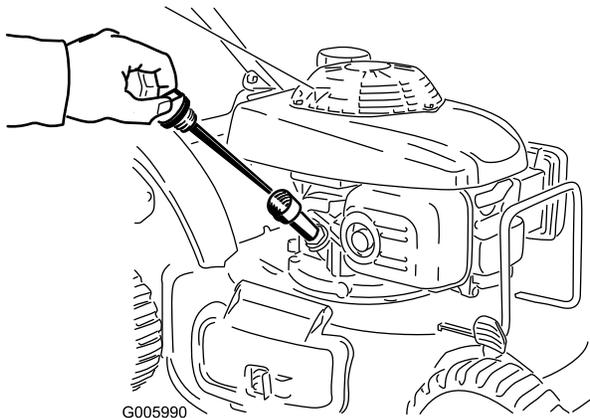

Figure 9
1. Retirez la jauge (Figure 9).
2. Versez de l'huile **avec précaution** dans le tube de remplissage d'huile, en vérifiant régulièrement le niveau sur la jauge, jusqu'à ce que la jauge indique que le moteur est plein, comme illustré (Figure 9). **Ne remplissez pas excessivement.**